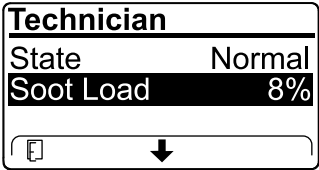

Figure 28
- Affichez la charge de suie mesurée dans le FAP sous forme d'un pourcentage (Figure 28) ; voir le tableau de charge de suie.